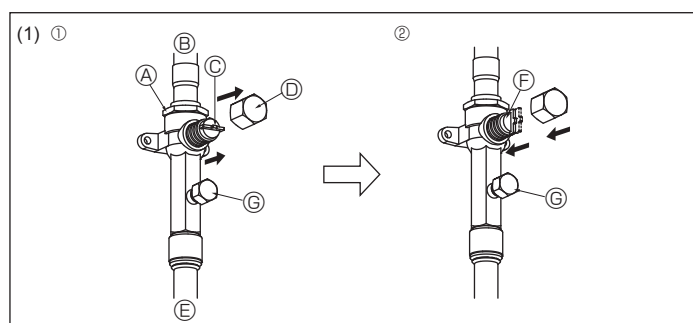

Fig. 4-11
- Егер қысым (2) немесе (3) қадамдарында төмендесе, газ жылыстауы болады. Газ жылыстау көзін іздеңіз.
- Газды жағы (Fig. 4-11)